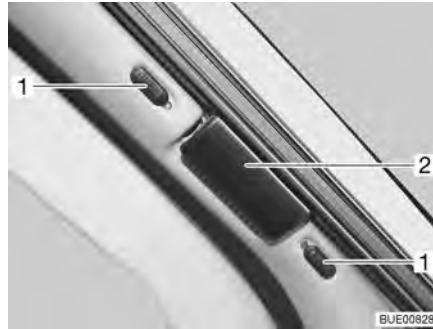
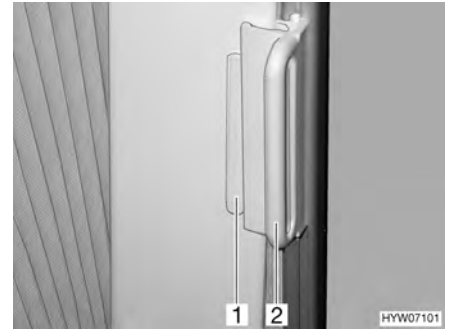

Bild 71 Plisségardin för vindrutan
Bild 72 Plisségardiner på förar- och passagerarfönstren
- Skjut upp eller ned låsknapparna (Bild 71,1) på plisségardinerna för framrutan. Låset är öppet när den röda punkten syns.
- Håll i plisségardinernas handtag (Bild 71,2 och Bild 72,2) och drag försiktigt för dem tills att magnetlåset håller plisségardinerna stängd.
- Drag, på plisségardinerna för förar-/och passagerarfönstret, handtaget (Bild 72,2) över kanten (Bild 72,1). Plisségardinerna är säkrad.